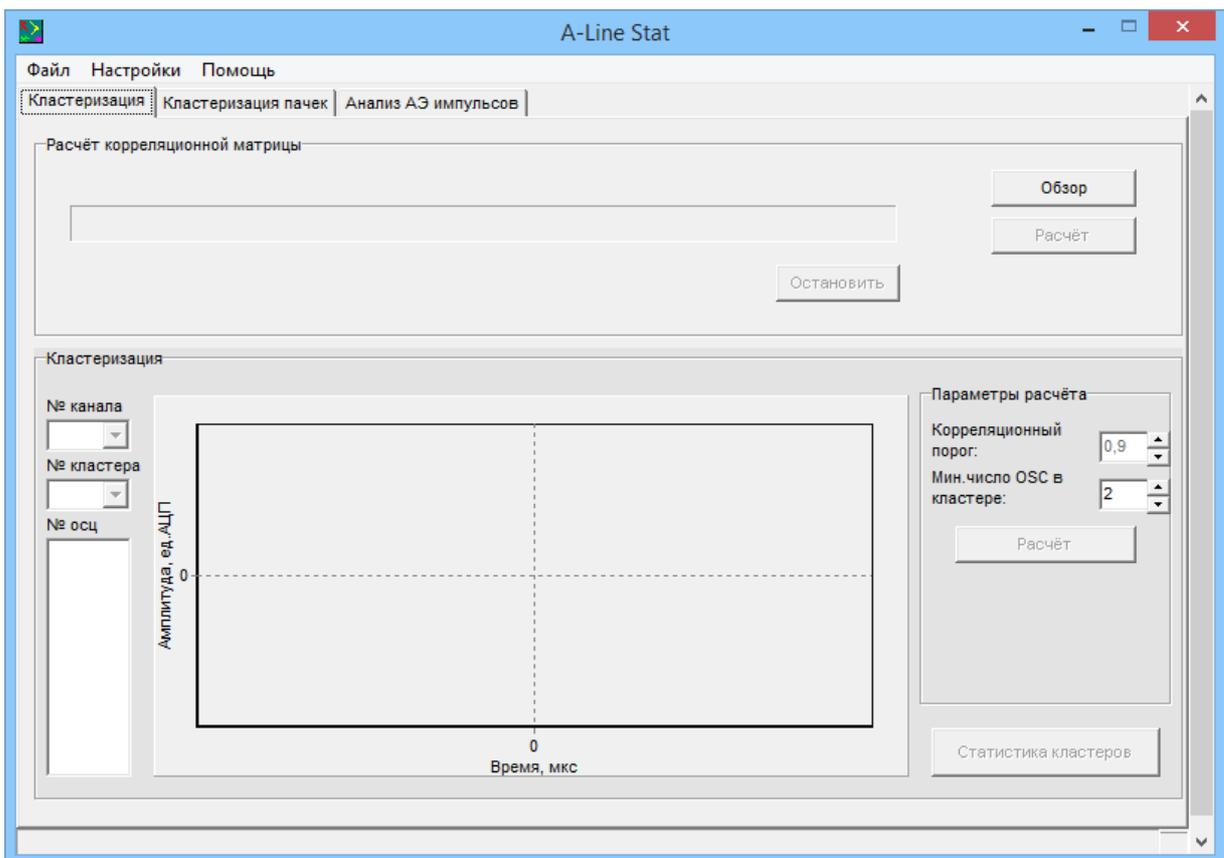

Рис. 18.1. Вкладка **Кластеризация**
- ◇ На вкладке **Кластеризация** (рис. 18.1) производится расчёт корреляционной матрицы для OSC-файла (*.osc) (см. разд. 19.1) и расчёт кластеризации сигналов по установленным параметрам расчёта (см. разд. 19.2).